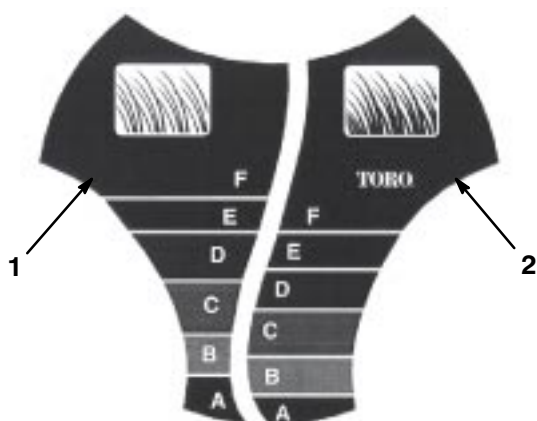

Figure 14
Le système *SmartWheel™* présente deux échelles pour un réglage optimal de la hauteur de coupe selon que l'herbe est *clairsemée* à *normale* ou *drupe* (Fig. 14). Utiliser l'échelle *normale* pendant la chaude saison d'été pour la
2. Pousser la tondeuse sur le gazon jusqu'à ce que l'échelle *SmartWheel* sur une des roues arrière soit verticale (Fig. 14).